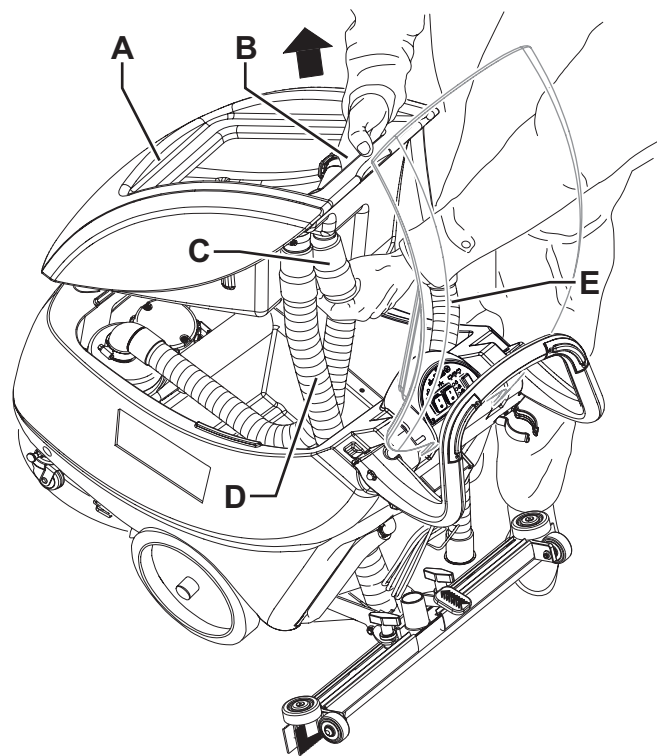

Figure 6
1. Contrôler que les interrupteurs (62) et (63) sont en position « 0 ».
2. Vider le réservoir de l'eau de récupération (30), en procédant comme indiqué au paragraphe « Vidange des réservoirs ».
4. Déconnecter le tuyau d'aspiration (22) de l'embouchure (11).
5. Déconnecter le tuyau de vidange de l'eau de récupération (16) du support correspondant (17).
6. Ouvrir le couvercle (6).
7. Saisir le réservoir de l'eau de récupération (A, Fig. 6) dans la zone (B) et le soulever légèrement.
8. Déconnecter le tuyau d'aspiration (C) du réservoir, et puis déposer le réservoir (A) avec les tuyaux correspondants (D) et (E).